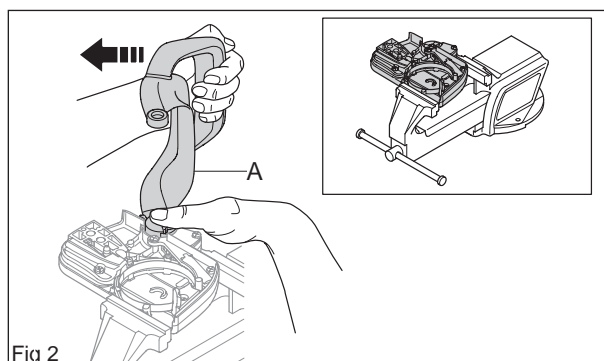

Fig 2
Placer le carter d'embrayage dans un étau et serrer prudemment. Déclencher le frein en utilisant la protection anti-rebond (A) comme outil. Elle se met en prise avec le frein et tourne dans le sens contraire des aiguilles d'une montre jusqu'à ce que le frein soit activé (voir la figure 2).